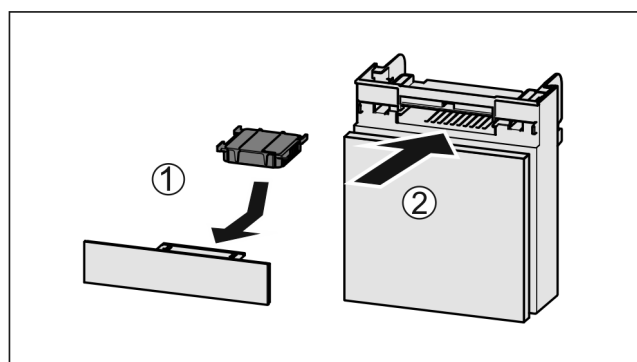

Fig. 178
- Filtr s aktivním uhlím vložte podle vyobrazení Fig. 178 (1).
- Zásuvku zasuňte Fig. 178 (2).